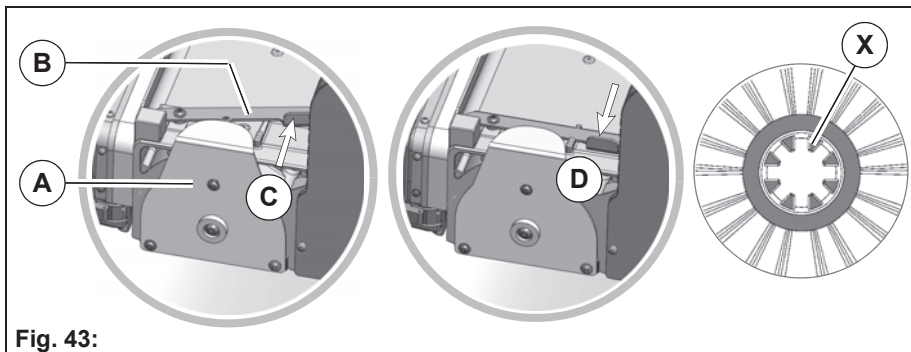

Fig. 43:
3. Déverrouiller le logement de brosse **Fig. 43-A** :
Mettre le levier de blocage **Fig. 43-B** dans la position **C** et retirer le logement de brosse.
2. Mettre le levier de blocage **Fig. 43-B** dans la position **C** et mettre le logement de brosse en place.